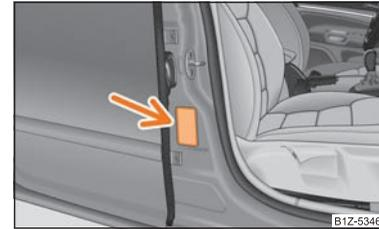

Fig. 141 Autocollant sur le montant central de la carrosserie côté passager avant
- L'autocollant qui se trouve ⇒ fig. 141 sur le montant central de la carrosserie côté passager avant attire votre attention à ce sujet. L'autocollant est visible dès que la porte du passager avant est ouverte. L'autocollant est aussi placé sur le pare-soleil du passager avant dans certains pays.